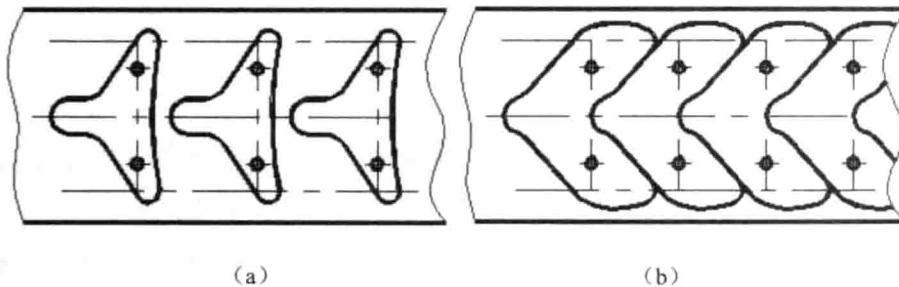

图 1-9 结构改进提高材料利用率
- 冲切废弃料原则。要求冲切弃料最少，提高原材料的利用率，减少不必要的浪费。如图 1-9 (a) 所示的零件，对外形结构经过改进后，变成如图 1-9 (b) 所示零件。改进之后，同样大小的原材料将会加工出更多的零件，从而提高材料利用率。